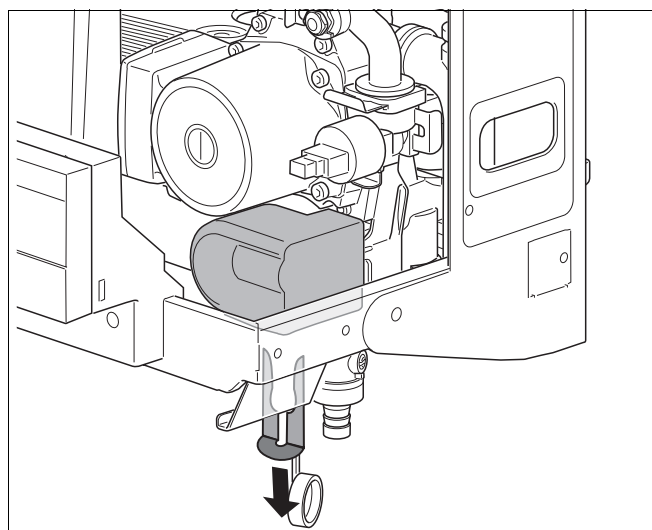

Abb. 16 Sicherungssplint Dreiwegeventil entfernen
- Sicherungssplint vom internen Dreiwegeventil nach unten abziehen (Abb. 16).